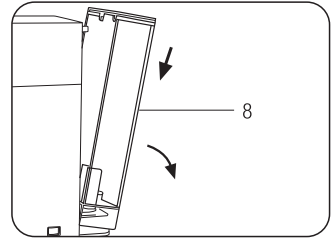

Fig.1
- Para extraer el depósito (8) presione hacia abajo y gírelo al mismo tiempo hacia el exterior (Fig.1)